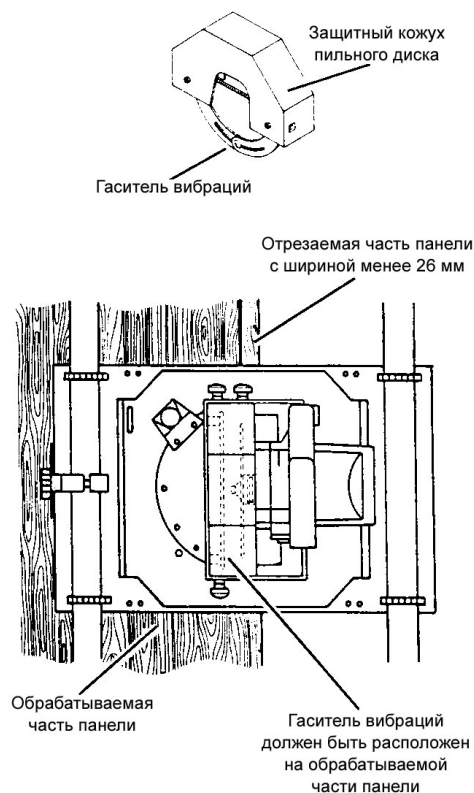

РИС. 26. Положение гасителя вибраций (показана модель Н, в положении поперечного разреза)
10. Когда производится отрез части панели с шириной меньше, чем 25,4 мм (см. РИС. 26) убедитесь, что гаситель вибраций (расположен внутри защитного кожуха пильного диска) расположен на рабочей части панели, а не на отрезаемой (шириной меньше, чем 25,4)
7. Когда производится отрез части панели с шириной меньше, чем 25,4 мм (см. РИС. 26) убедитесь, что гаситель вибраций (расположен внутри защитного кожуха пильного диска) расположен на рабочей части панели, а не на отрезаемой (шириной меньше, чем 25,4).